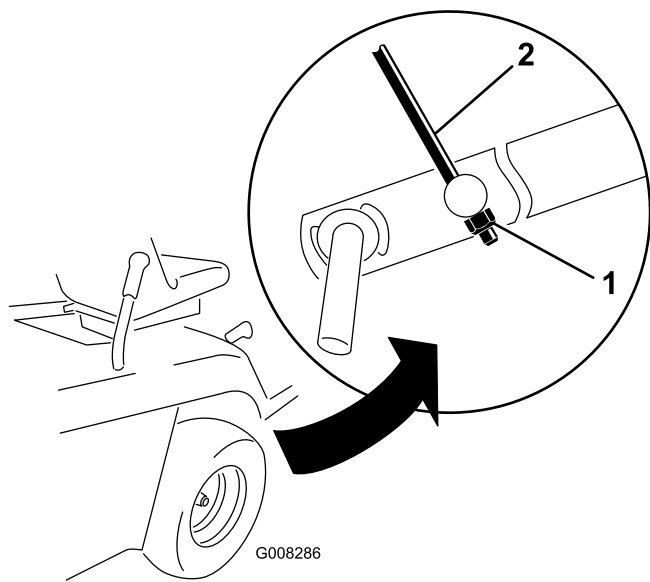

Bild 43
9. Stellen Sie die M8-Sicherungsmuttern am Ende der Höheneinstellungsstange so ein, dass die Stange etwas angespannt ist (Bild 43).